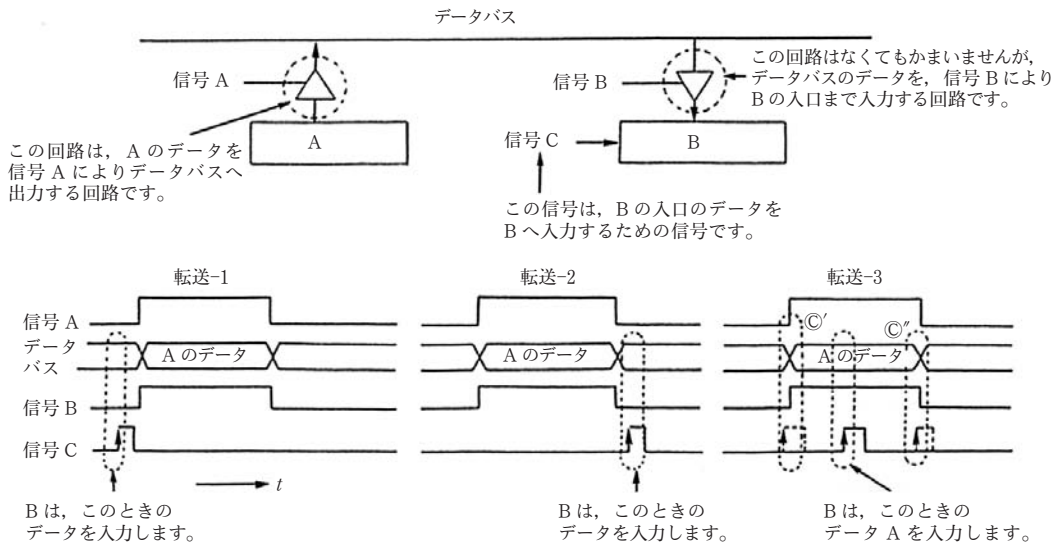

図5 データ転送のタイミング
これらの問題を図5で説明する。
転送3で示すように、A のデータがデータバス上に出力されているあいだに入力しなければならない。ただし、A のデータが出力されている間といっても、図5の③の一では、A のデータがデータバスからなくなり始めているところなので、B へ正しく入力されているとは限らない。したがって、図に示すように、データが出力されている期間の中央（データが安定しているなどという）で入力することが必要である。